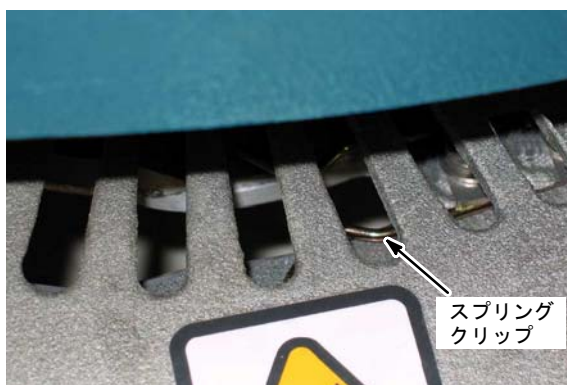

図 10
4. 洗浄ヘッドウィンドウからスプリングクリップのあるスロットが見えるようになるまで、ブラシモーターハブを回してください(図 10)。